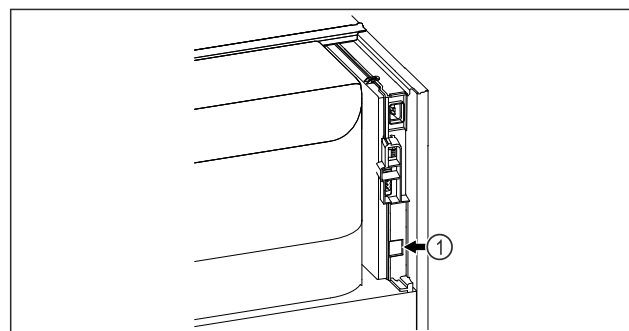

Fig. 138
- ❑ Le SmartModule Fig. 138 (1) est installé.